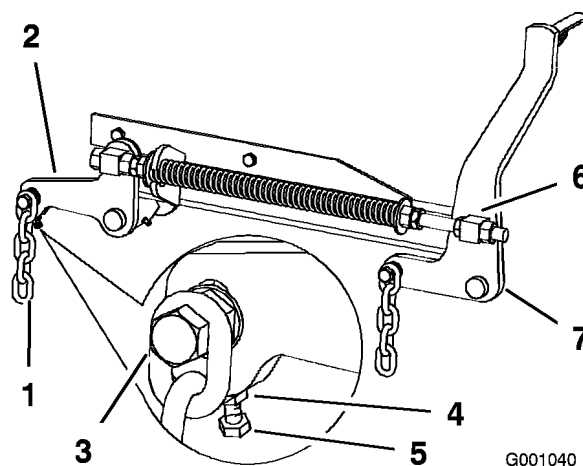

Bild 68
7. Wenn die Werte an den Stellen **B** oder **C** falsch sind, lösen Sie die Schraube, mit der die hintere Kette am hinteren Stützarm befestigt ist (Bild 68).
8. Lösen Sie die Klemmmutter unter dem hinteren Stützarm und stellen Sie die Einstellschraube so ein, dass Sie einen Wert von 79 bis 83 mm erhalten (Bild 68).
7. Lösen Sie die Klemmmuttern der vorderen Drehzapfen, vorne am rechten und linken Drehzapfen, um ungefähr 13 mm (Bild 68).
8. Stellen Sie die Hubmutter auf der linken und rechten Seite der Maschine ein, um einen Wert zu erzielen, der vorne an Stelle A um 6 bis 10 mm niedriger ist als hinten an Stelle B (Bild 68).